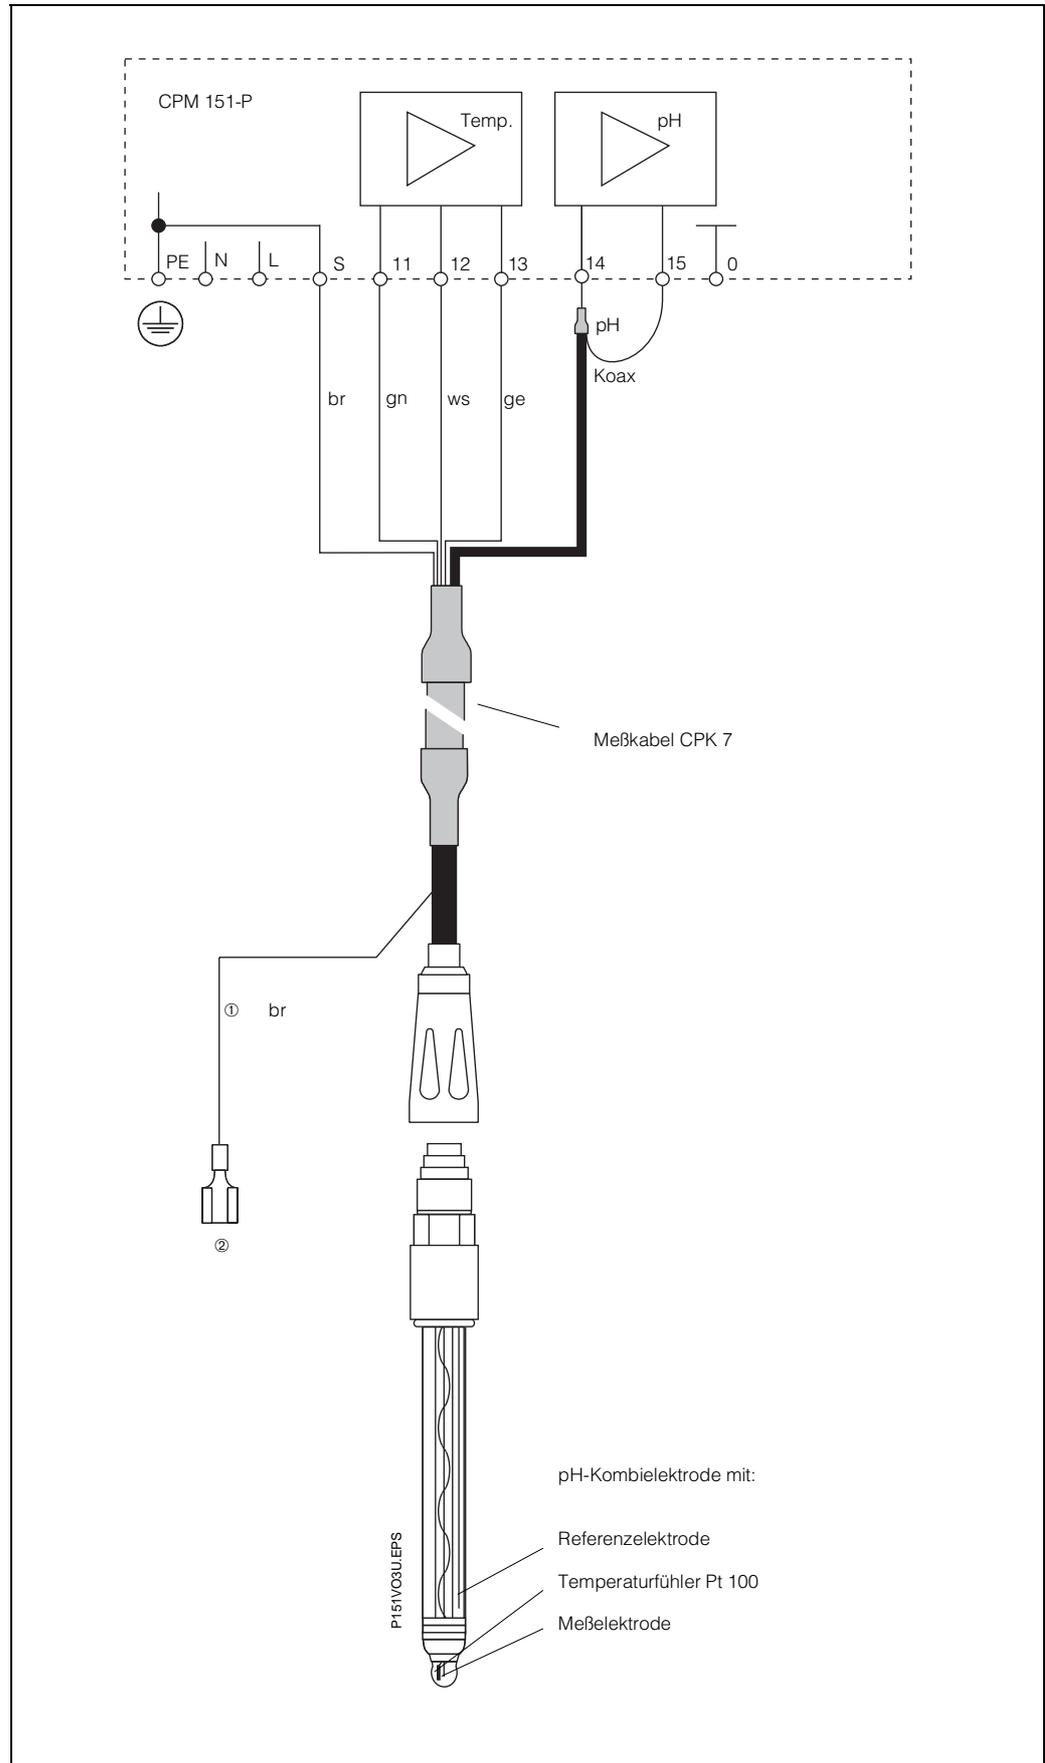

Bild 4.18: pH-Kombielektrode mit Temperaturfühler Pt 100 und Meßkabel CPK 7
- „Unsymmetrisch hochohmige Anschlüsse“, Bild 4.18